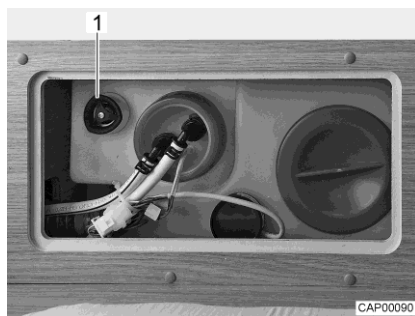

Fig. 88 Depósito de agua con tirador giratorio
- Girar el tirador giratorio (Fig. 88,1) sobre el depósito de agua en sentido de las agujas del reloj, hasta el tope.
- Girar el tirador giratorio (Fig. 88,1) sobre el depósito de agua en sentido contrario a las agujas del reloj, hasta sentir resistencia. El agua se saldrá hasta aprox. 20 litros.